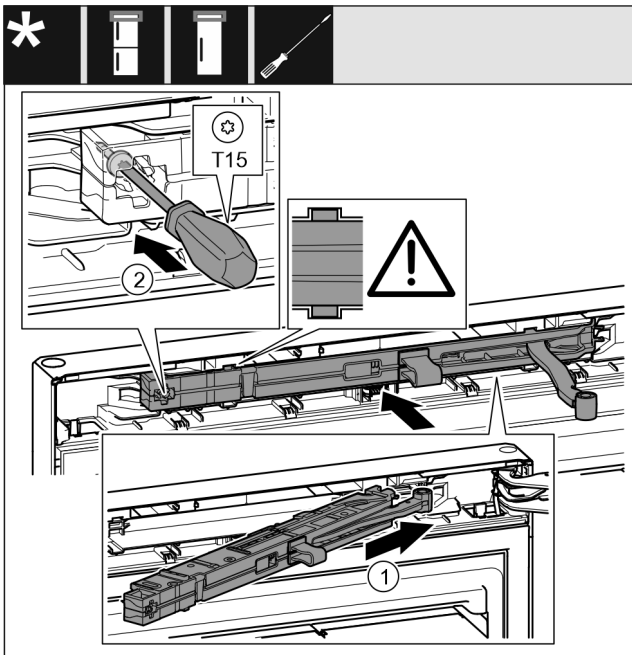

Fig. 47
- ▶ Під нахилом просуньте демпферний вузол з боку опорного кронштейна в отвір до упору. Fig. 47 (1)
- ▶ Закрутіть гвинт за допомогою викрутки T15. Fig. 47 (2)